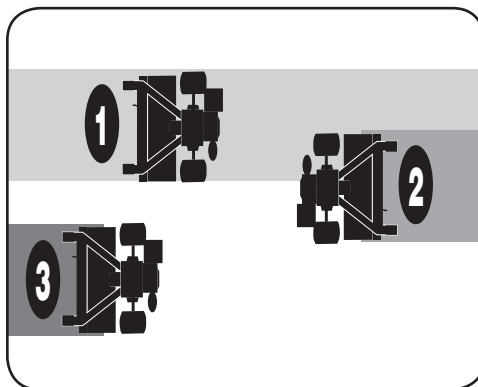

Figure 4-8
- S'il n'est pas possible de labourer le sol en longueur et en travers, chevauchez la première rangée d'une demi-largeur de motoculteur, puis chevauchez les rangées suivantes d'un quart de largeur de motoculteur. Voir Figure 4-8.